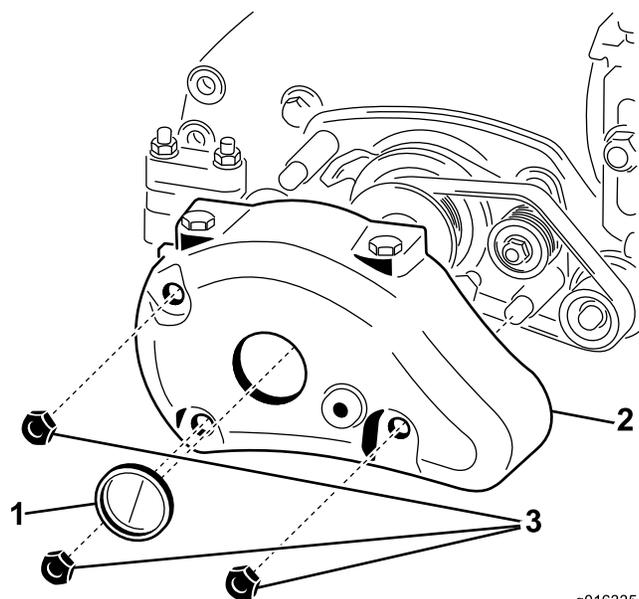

Рисунок 14
3. Снимите 3 гайки и крышку механической щетки с конца режущего блока; см. Рисунок 14. Вытолкните изнутри и снимите пробку из большого отверстия в крышке механической щетки.
4. Снова закрепите крышку механической щетки на режущем блоке с помощью снятых ранее деталей крепления; см. Рисунок 14.